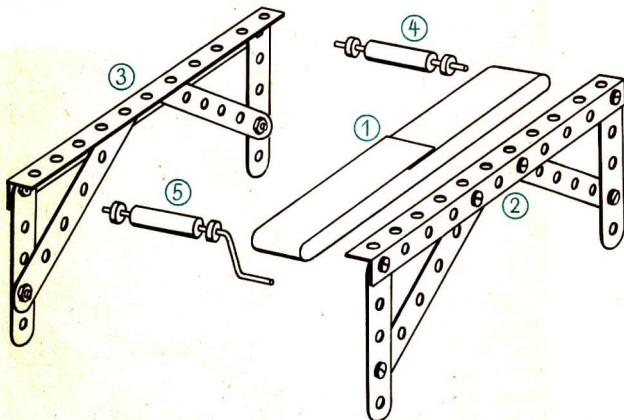

Bild 16/2 Baugruppen des Modells eines Bandförderers
- Betrachte Bild 16/2! Benenne die fünf Baugruppen!